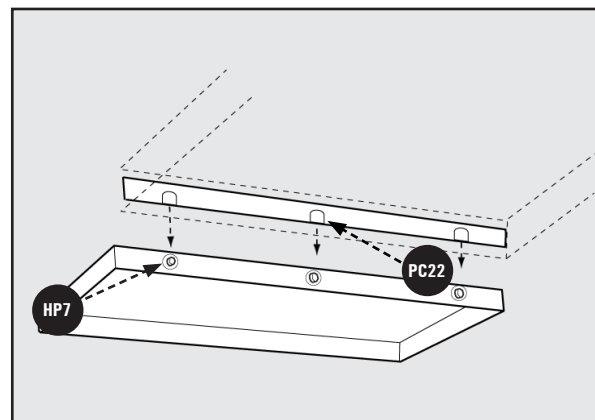

Figura 12
5. Ensamble sin apretar tres tornillos de cabeza hexagonal de 5/16 18 x 7/8 pulgadas con arandelas de seguridad divididas **HP7**, arandelas planas de 8 x 16 x 1t **HP16** y tres tuercas de brida hexagonal de 5/16-18 **HP14** en los tres agujeros en el lado del ala de extensión como se muestra. Véase la Figura 12.